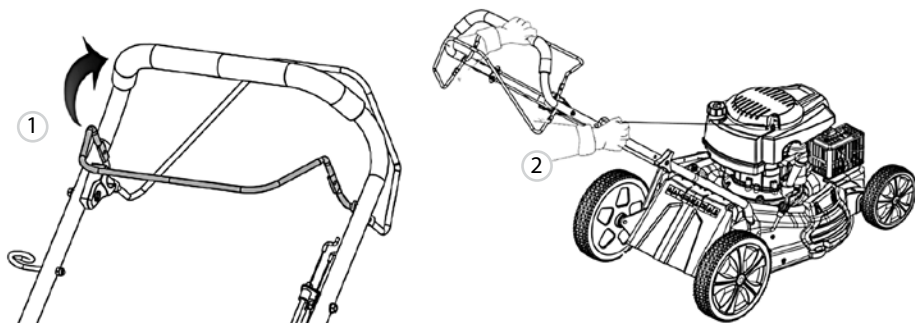
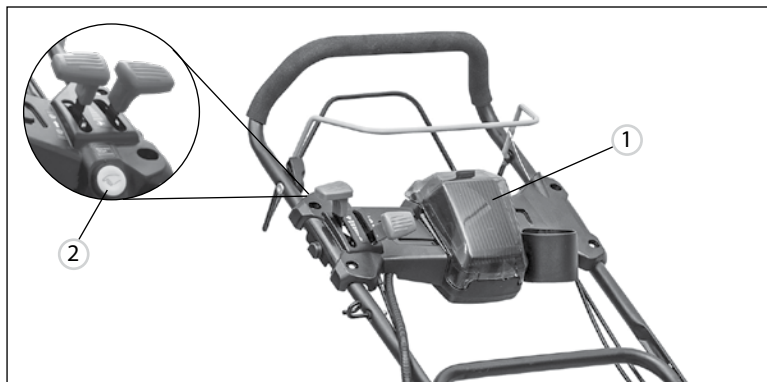

Рис. 9
Рис. 10
4. Для ручного запуска нажмите рычаг привода ножа 1 (рис. 9), медленно вытащите шнур ручного стартера, пока не почувствуете сопротивление, а затем быстро потяните его (2, рис. 9). Повторите данный процесс несколько раз до запуска двигателя.
5. Для запуска моделей GLD-520SP-VE, GLD-460SP-VE с помощью электростартера установите заряженный аккумулятор в специальное гнездо 1 (рис. 10) на панели и, зажав рычаг привода ножа 1 (рис. 9), нажмите на кнопку старта 2 (рис. 10) до запуска двигателя.